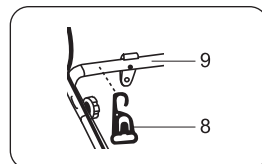

рис. 4
Установите на среднюю стойку (9) скобу крепления провода (8) (см. рис. 4).